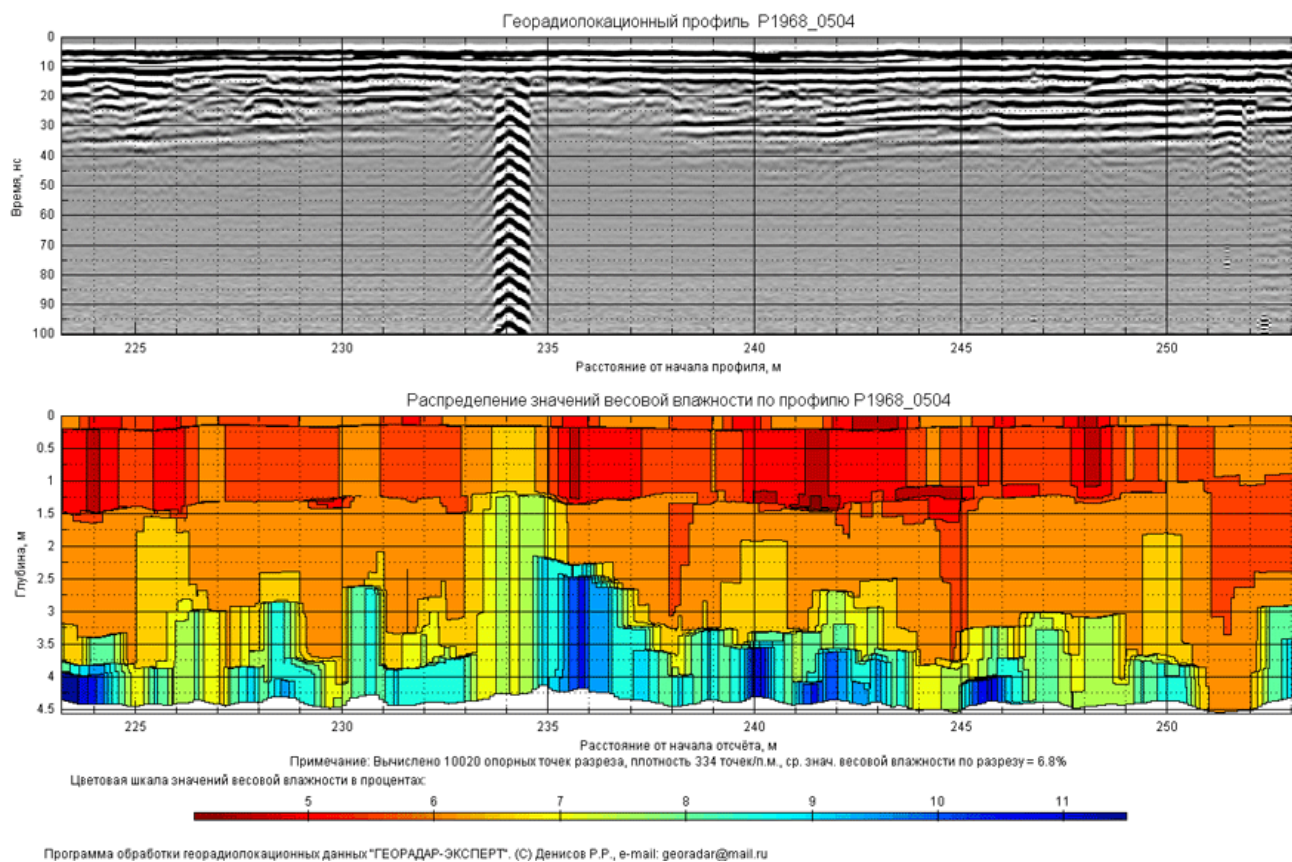

Рис.5
- Повышается информативность исследований – фиксируются границы разреза там, где нет достаточного скачка диэлектрической проницаемости для формирования характерных, для границ раздела сред, осей синфазности сигналов. Также наглядно прослеживается изменение диэлектрической проницаемости внутри слоя [Рис. 5].